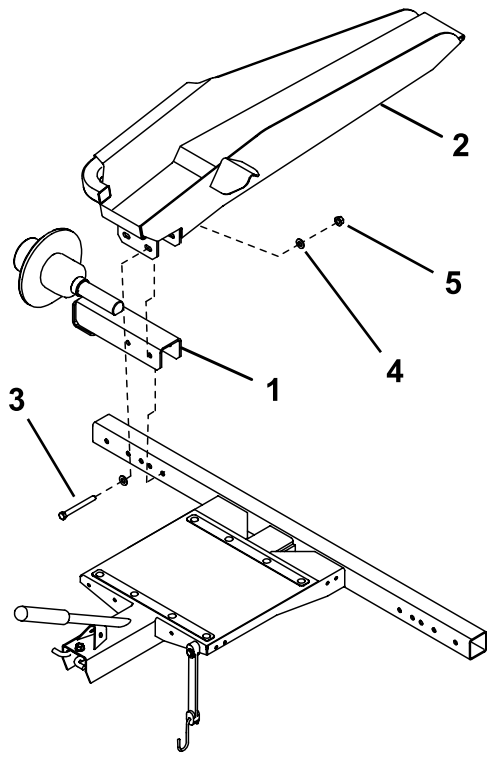
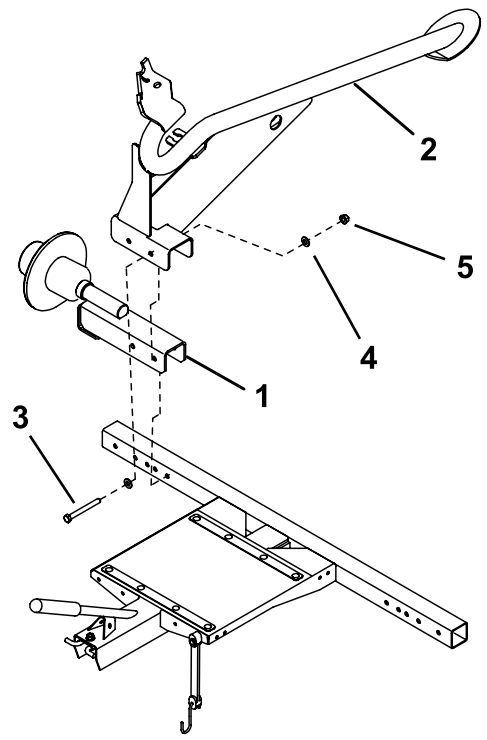

图 3
图 4
2. 使用 2 个螺栓 $\frac{3}{8}$ x 3 英寸、4 个垫圈和 2 个螺母将轮轴总成和斜面总成图 3 或轨道总成图 4 安装至机架的两端。